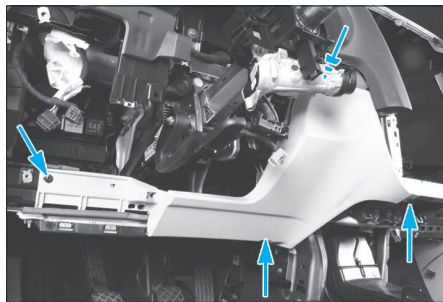

Fig. 32
- les quatre fixations pour déposer la garniture inférieure droite du conducteur (**Fig.32**).